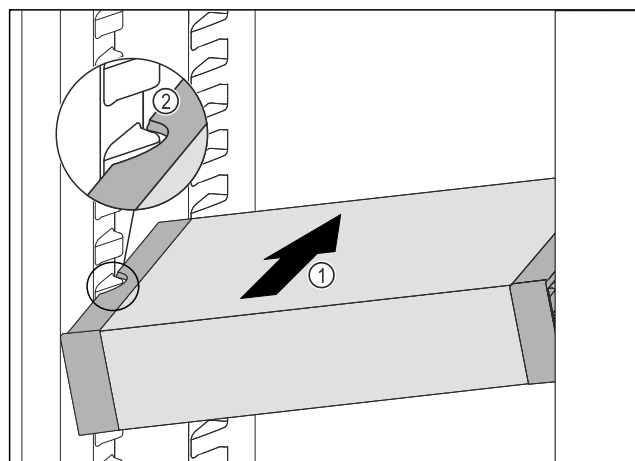

Fig. 87
- ▶ Introduzca el VarioSafe en posición oblicua en el compartimiento del frigorífico Fig. 87 (1) hasta que los huecos laterales Fig. 87 (2) del VarioSafe se encuentren a la altura de la nervadura del recipiente en el compartimento frigorífico.